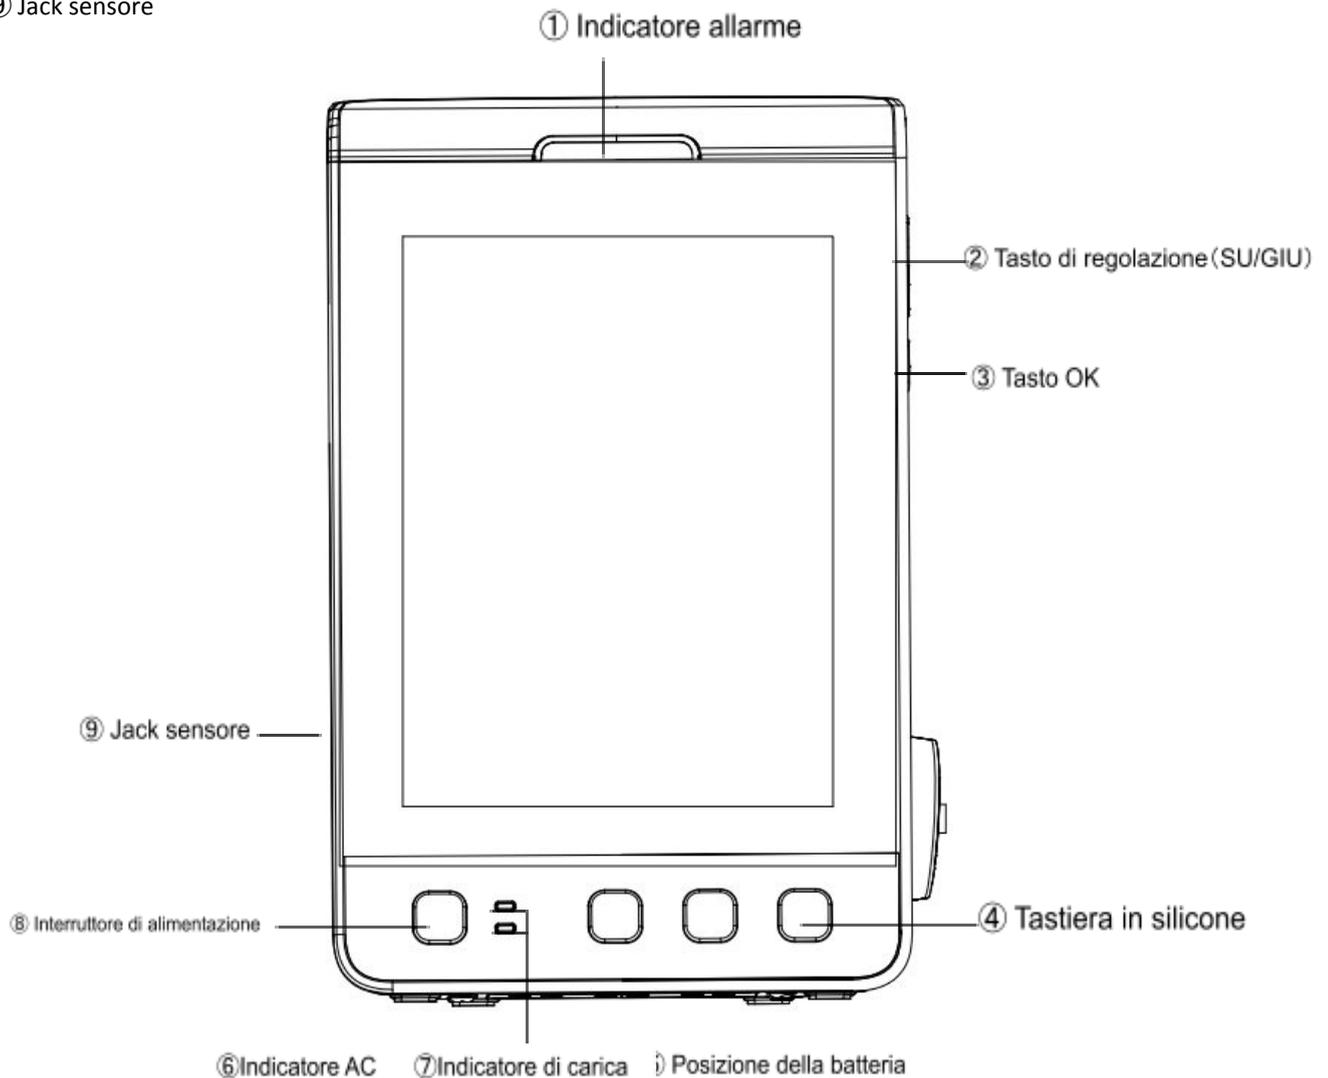

Figura 1-1 Monitor paziente multiparametrico
**Aspetto del monitor come mostrato in Figura 1-1:**
- ① Indicatore allarme: quando viene emesso un allarme, questo indicatore lampeggia.
- ② Tasto di regolazione
- ③ Tasto OK
- ④ Tastiera in silicone
- ⑤ Posizione della batteria
- ⑥ Indicatore AC: L'indicatore AC “” si trova sul lato destro dell'interruttore di alimentazione. Quando viene fornita l'alimentazione AC, questo indicatore si illumina in verde.
- ⑦ Indicatore di carica: l'indicatore di carica “POWER” si trova sull'indicatore AC “”. Quando l'apparecchiatura è alimentata dalla batteria interna, si illumina in verde.
- ⑧ Interruttore di alimentazione
- ⑨ Jack sensore